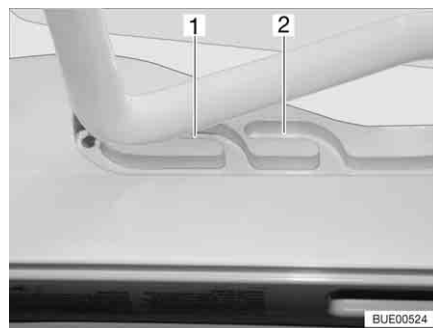
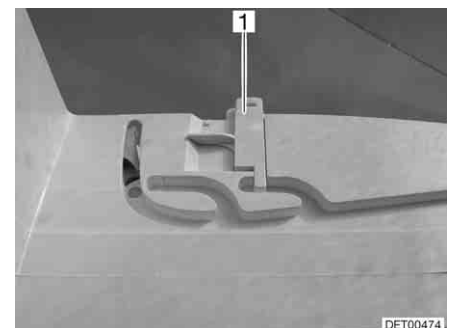

Fig. 89 Clarabóia Heki em posição de arejamento
Fig. 90 Dispositivo de bloqueio da posição de arejamento
A clarabóia Heki pode ser posta em duas posições de arejamento: Posição para mau tempo (Fig. 89,1) e posição média (Fig. 89,2). Dependendo do modelo, a clarabóia pode ser travada em posição central com os dois trincos (Fig. 90,1) nos lados esquerdo e direito no caixilho da clarabóia.
- Empurre o arco ligeiramente para cima e mova-o e, se for preciso, prenda-o no guia escolhido (Fig. 89,1 ou 2).